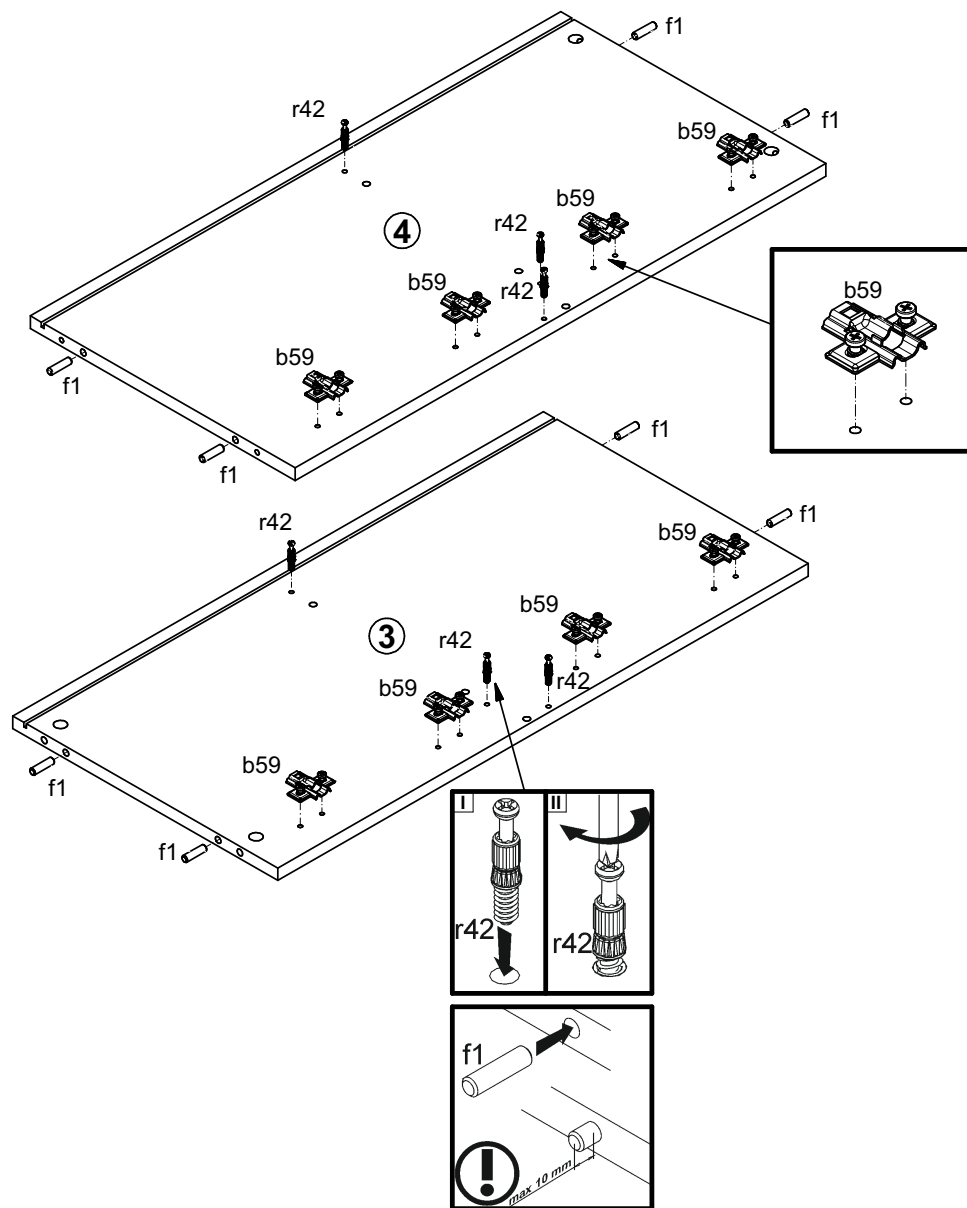

Рисунок 2
4.2 В отверстия Ø8 мм на верхних и нижних краях стенок боковых 3 и 4, стенки средней 5 и в торцах планки декоративной рифленой 9 вбить деревянные шканты f1 (см. рис. 2,3).
4.6. В отверстия Ø4 мм на внутренней поверхности стенок боковых 3,4 прикрутить ответные планки петель b59 (см. рис. 2).